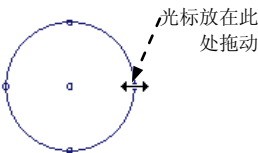
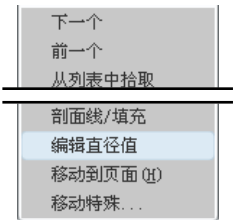

图 4.3.11 更改圆直径
图 4.3.12 快捷菜单
- Step1. 单击选中需要修改的圆，如图 4.3.11 所示。
- Step2. 将鼠标指针移至图 4.3.11 所示的位置，按住鼠标左键拖动至所需大小。
Step1. 单击选中需要修改的圆，如图 4.3.11 所示，将鼠标指针置于图元上右击，在弹出的图 4.3.12 所示的快捷菜单中选择 **编辑直径值** 命令。